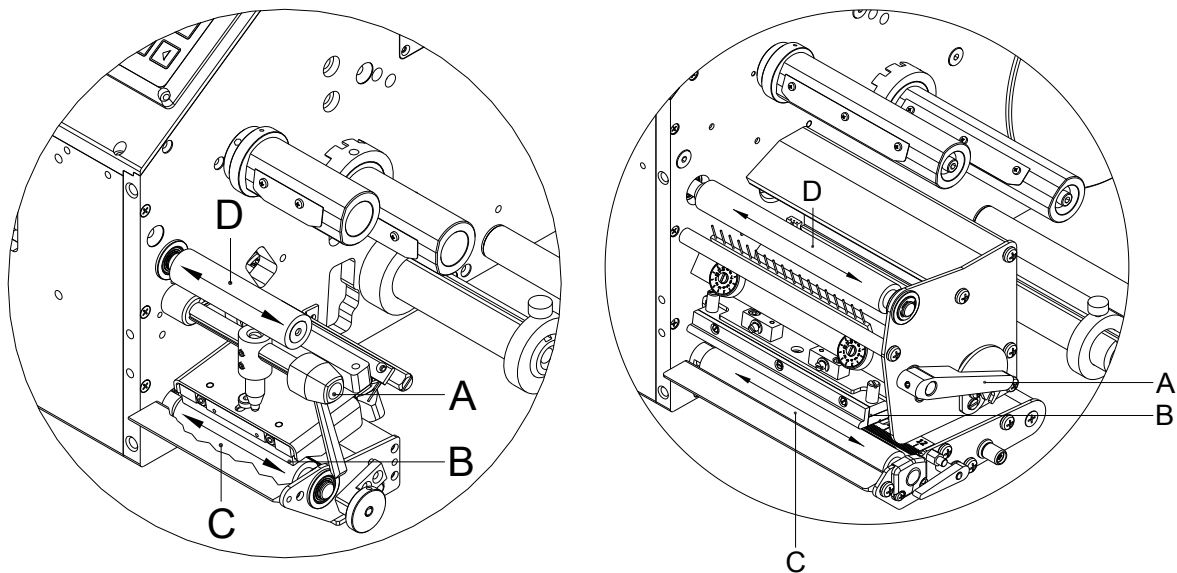

Figure 16
1. Tourner le levier noir (A, en Figure 16) en sens inverse des aiguilles d'une montre pour déverrouiller la tête d'impression.
6. Pour fermer la tête d'impression tourner le levier noir (A, en Figure 16) dans le sens des aiguilles d'une montre jusqu'à ce qu'il engage.